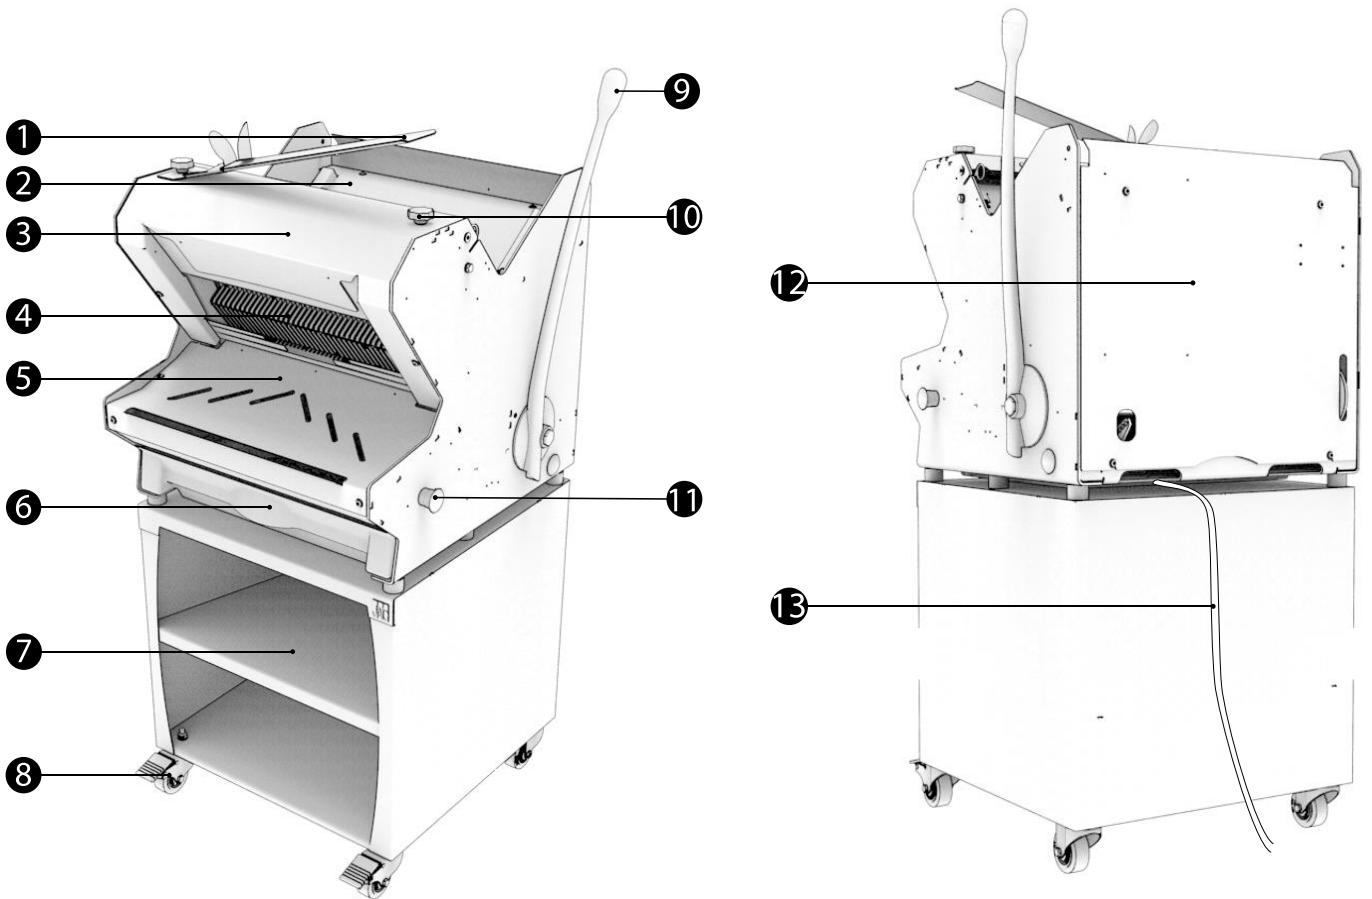

Fig. 2
En sikkerhetsbryter som forhindrer at maskinen starter hvis bakre deksel (fig. 2, nr.15,16) (tilleggsutstyr) (MJG – MJG ETL – MJF – MJC – MJC ETL) er åpent.
En sikkerhetsbryter som forhindrer at maskinen starter hvis bakre deksel (fig. 2, nr.17,18) (tilleggsutstyr) (MJC – MJC ETL) er åpent.
Slå på strømmen til maskinen ved dagens start med nødstoppbryteren (fig. 1, nr. 11). Når maskinen er slått på med nødstoppen og den er utstyrt med et Misch-smøresystem (MJF - MJM), må du trykke på bladstartknappen (fig. 2, nr. 14) for å utløse brødskyveren fra bladene.
- A. Ta ut støpselet fra strømuttaket (fig.2, nr. 15)